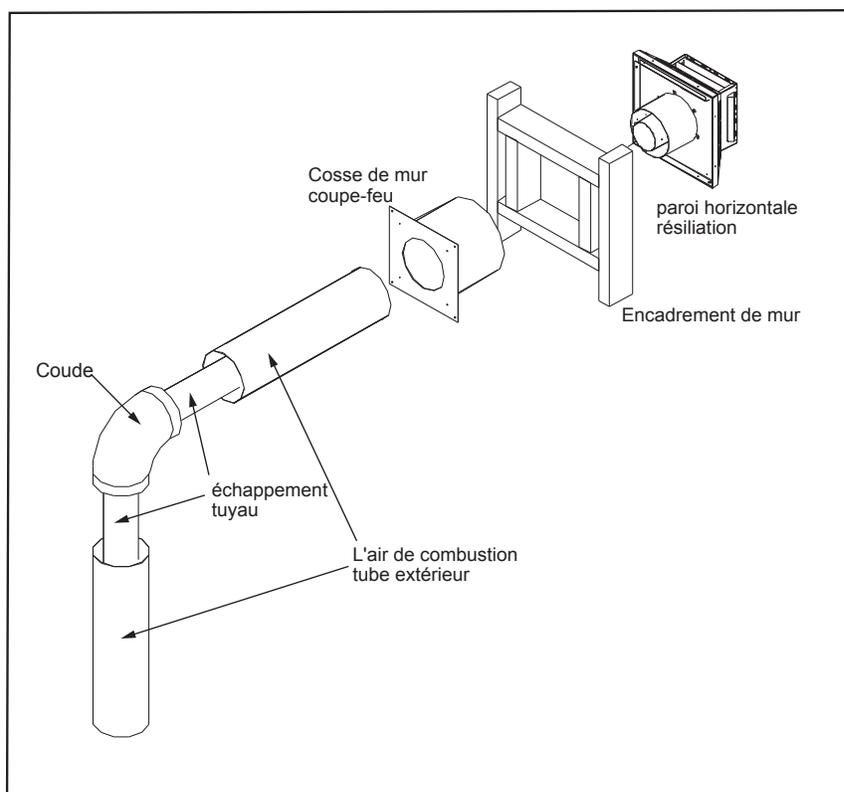

Figure 24 Vent Horizontal Résiliation
Étape 3. Avec le tuyau dans la position correcte et attaché à la cheminée, marquez le mur pour un **10 "(25,4 cm) x 10" (25,4 cm)** trou carré (voir Figure 24). Le centre du trou doit correspondre à la ligne de centre du tube horizontal. Coupez et encadrez le trou dans le mur extérieur où l'évent sera résilié. Si la paroi étant traversée est fait d'un matériau non-combustible (par exemple en maçonnerie ou en béton) a **(17,8 cm)** trou **7 "**est acceptable.